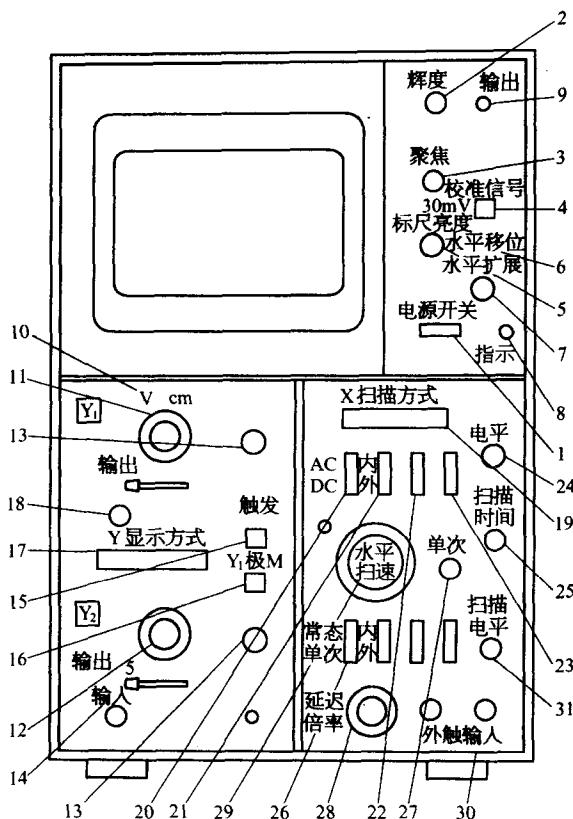

图 1-5 示波器面板控制件示意图
(1) 基本的面板控制件(见图 1-5)。面板上各开关功能如下:
- ① 电源开关:用于接通和关断仪器的供电电源。
- ② 辉度:调节示波管栅极控制电压,以改变荧光屏显示波形明暗程度。
- ③ 聚焦:控制示波管聚焦极电压,使电子束的焦点会聚在荧光屏上,显示
- ④ 校准信号:控制校准方波幅度值的开关。
- ⑤ 标尺亮度:控制坐标标尺(或示波管内刻度)的亮度。
- ⑥ 水平位移:调节水平放大器输出直流电平,以改变电子轨迹的水平位置。
- ⑦ 水平扩展:提高水平放大器增益的装置。提高扫描速度及水平偏转灵敏度。
- ⑧、⑨、⑩ 功能如图 1-5 所示。
- ⑪ Y 衰减(V/cm):对 Y 轴输入信号进行衰减的开关,用于灵敏度粗调,一般按 1-2-5 进行分档。
⑫ Y 轴微调:对 Y 轴输入信号衰减微调的旋钮,用于灵敏度微调,一般微调比 $\geq 2.5:1$ 。定量测试时,应置校准位置。